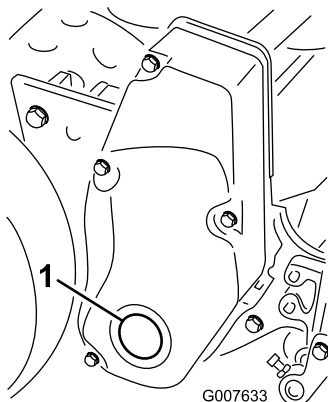

Bild 57
1. Nehmen Sie die Schraube in der rechten Spindeltriebsabdeckung ab (Bild 57).